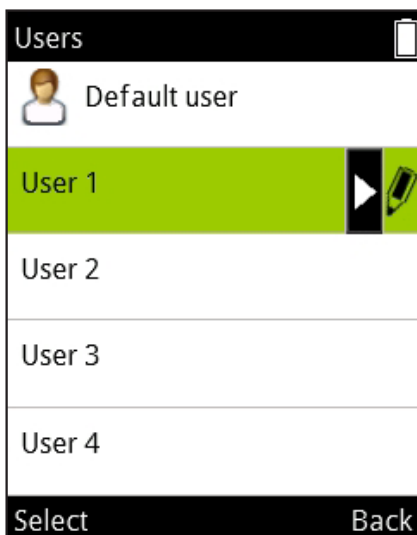

Abb. D55.
3. Eine Liste von fünf Benutzerslots wird angezeigt (Abb. D55).